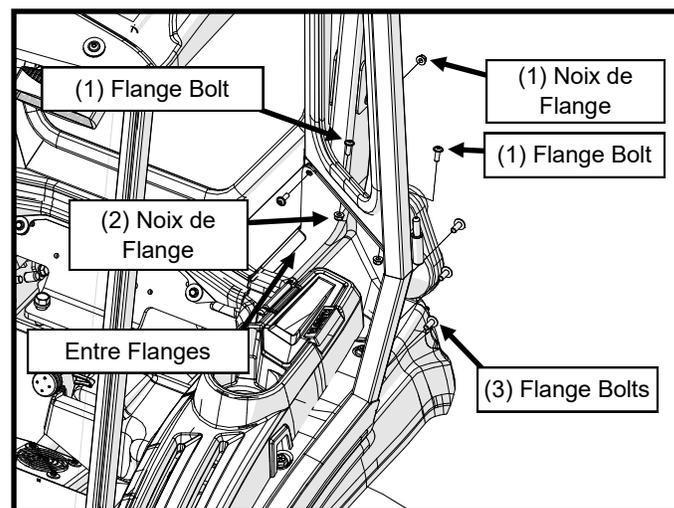

Figure 31 : Installez le linceul de boîte de stockage
(2) 1/4-20 noix de flange
31. Installez le linceul de boîte de rangement en plastique de l'arrière extérieur de la cabine afin de ne pas déranger le joint en caoutchouc le long du panneau arrière. Assurez-vous que le bord intérieur des glissières en plastique entre les brides dans le panneau arrière. Sécurisez avec du matériel fourni. Voir la figure 31.